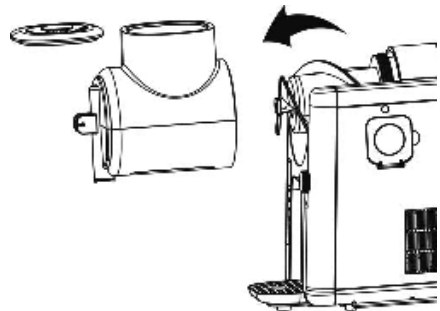

Abb. 7
6. Mit dem beiliegenden Werkzeug lässt sich der Kolben im Auslass entfernen und zur Reinigung entnehmen (Abb. 7).